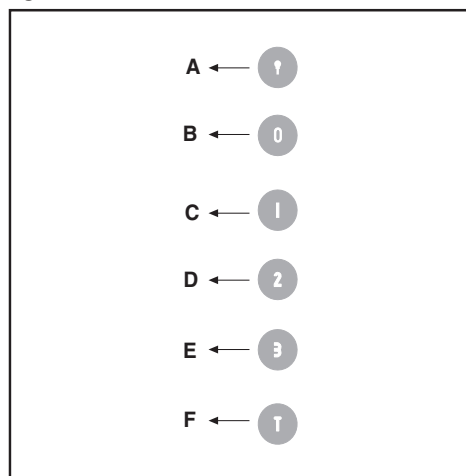

Fig.14
• **COMMANDES:** (Fig.14) **Lumineux** le symbole sont le suivant: